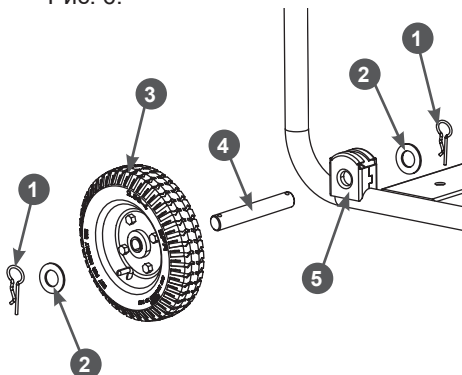

Рис. 6 Схема установки колеса
3. Установите транспортировочные колеса при помощи шайб и шплинтов. Схема установки колеса показана на Рис. 6.